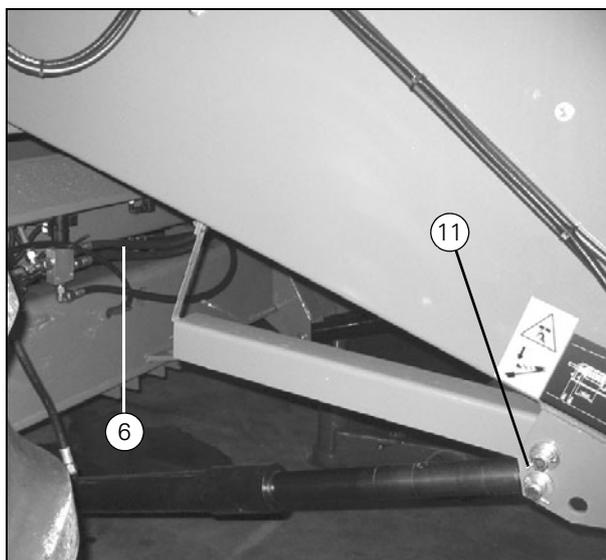

Рисунок 3
11. Снимите шплинты с силовых цилиндров (Рис. 3).